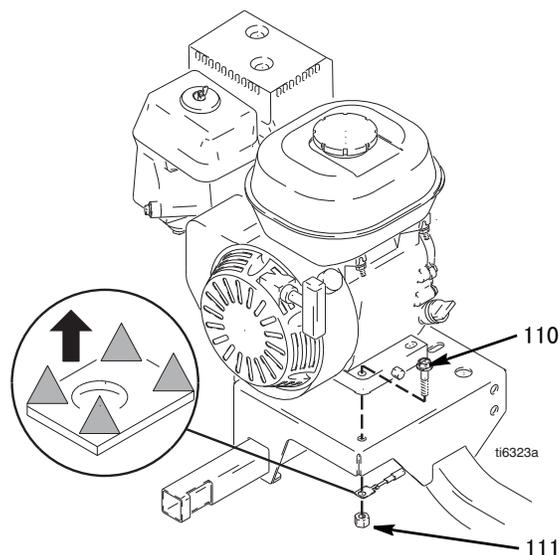

图 13
3. 图 13. 从发动机的基座卸下两个防松螺母（111）和螺钉（110）。
2. 图 13. 将两个螺钉（110）装到发动机的基座上，用防松螺母（111）固定。用 20 磅英尺（27.12 N·m）的扭力拧紧。
2. 图 13. 卸下两个螺钉（108）并打开盖子（62a）。